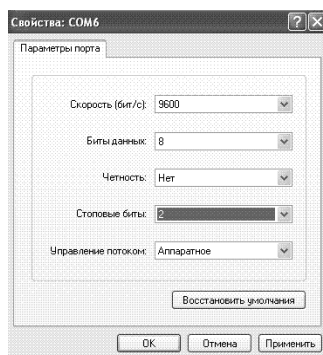

Рисунок 4 – Установка параметров связи программы Hyper Terminal
19.7 Далее установите параметры связи такие же, как и в меню конфигурации контроллера (меню «Параметры связи RS-485-1(2,3,4)») рисунок 4 и нажмите кнопку «ОК». Программа «Hyper Terminal» готова к работе.